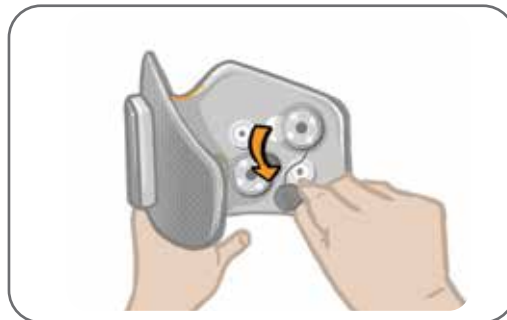

Bild 11-9: Ta bort de använda elektrodbaserna
3. Ta bort de använda elektrodbaserna från manschetten. Se bild 11-9.